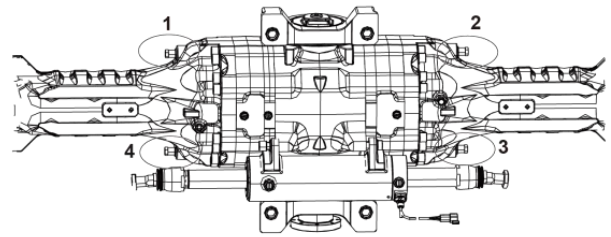

Figura 10-2 Liberación de freno
- 2) Desenrosque los cuatro tornillos de liberación de freno del eje trasero hacia adentro, como se muestra en la Figura 10-2.